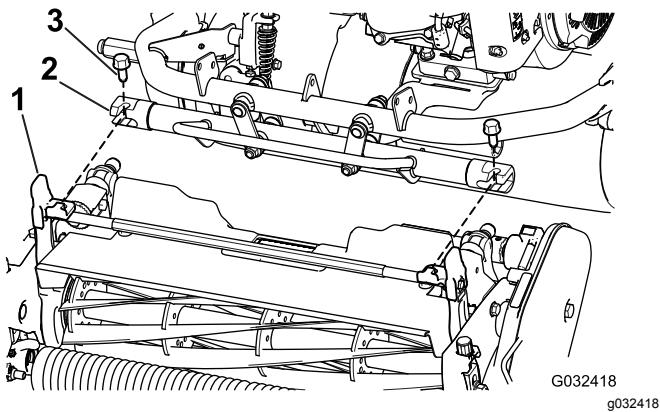

Figura 7
4. Mueva el bastidor de la unidad de tracción (Figura 7) hacia adelante hasta que se acople en los brazos de pivot de la unidad de corte.
5. Sujete el bastidor de la unidad de tracción a los brazos de pivote de la unidad de corte con 2 pernos ($\frac{3}{8}$ " x $\frac{3}{4}$ ") (Figura 7).